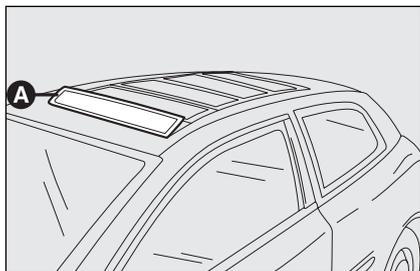

fig. 78
- Primo scatto della manopola: movimento della prima lamella fino al raggiungimento della posizione **A**-fig. 78; la tendina scorrevole si porta a filo della seconda lamella.